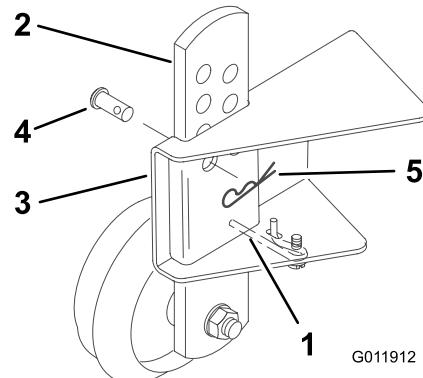

Figura 4
- Flettete la molla antivibratoria, inserite la piastra di regolazione della ruota limitatrice nella relativa staffa e fissatela con la spina e la coppiglia (Figura 4).